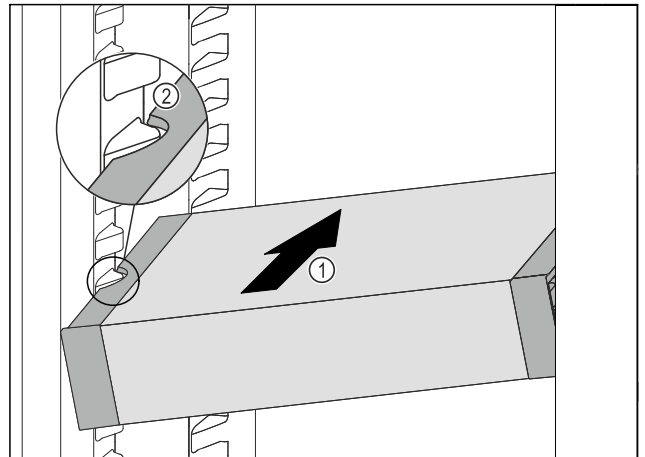

Fig. 119
- ▶ VarioSafe schuin in het koelgedeelte schuiven Fig. 119 (1), tot de uitsparingen aan de zijkant Fig. 119 (2) van de VarioSafe op de hoogte van de rib in het koelgedeelte zitten.